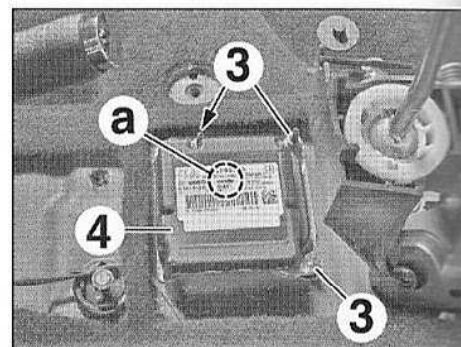

FIG.26
- Débrancher les connecteurs (2).
- Déposer (Fig.26) :
- les écrous (3),
- le calculateur d'airbags (4).